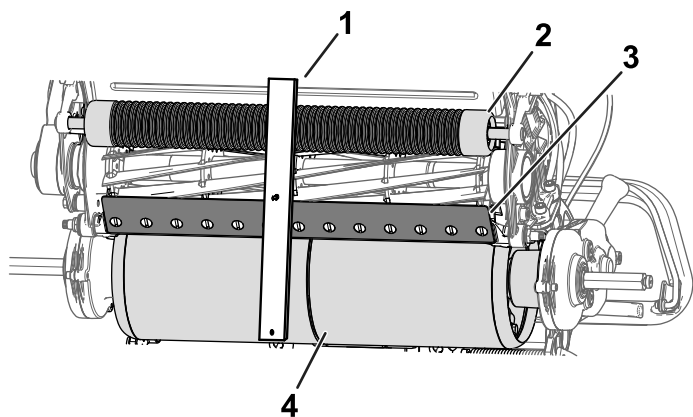

图 13
2. 将剪草高度调刀尺的螺丝头钩在底刀刀刃的右侧并将调刀尺的后端放到驱动轮鼓上 图 13。